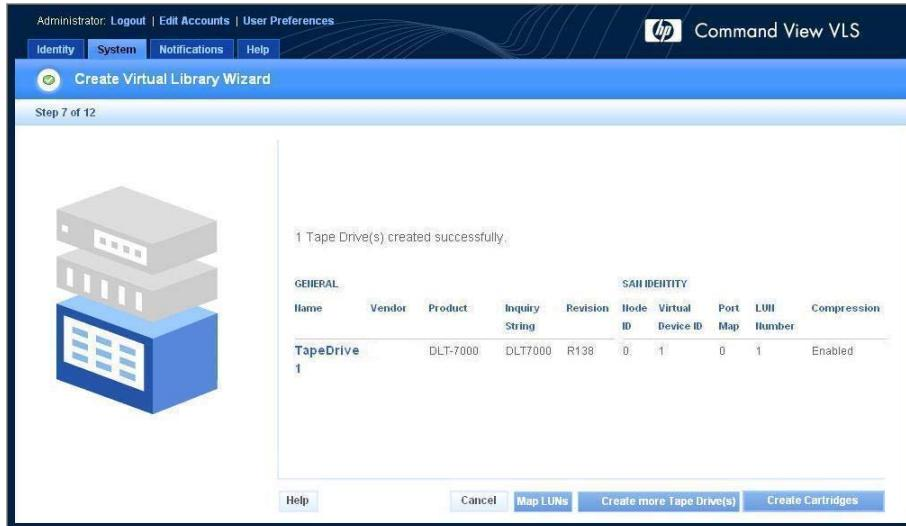

Figure 34 Fenêtre Create Virtual Library Wizard (Assistant de création de librairie virtuelle) (7 de 12)
Une fenêtre récapitulative s'ouvre et affiche les détails de la ou des unité(s) de sauvegarde créées (Figure 34).
1. Si vous êtes déjà dans la fenêtre Create Library Wizard (Assistant de création de librairie) (Figure 34), cliquez sur Create Cartridges (Créer cartouches).